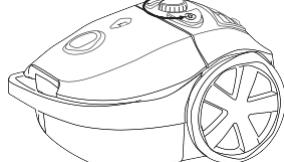

Figura 7 Regolatore della forza aspirante
8. È possibile regolare la forza aspirante mediante l'apposito regolatore (vedere la figura 7). Ad esempio, quando si usa l'aspirapolvere su mobili rivestiti o tende è consigliabile diminuire la forza aspirante. In questo modo si evita che il tessuto possa essere tirato dalla spazzola aspirante.